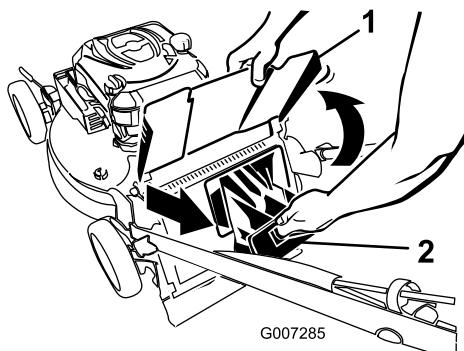

Figura 20
- Sollevate il deflettore di scarico e tenetelo sollevato (Figura 20).
- Estraete il coperchio di scarico posteriore (Figura 20).